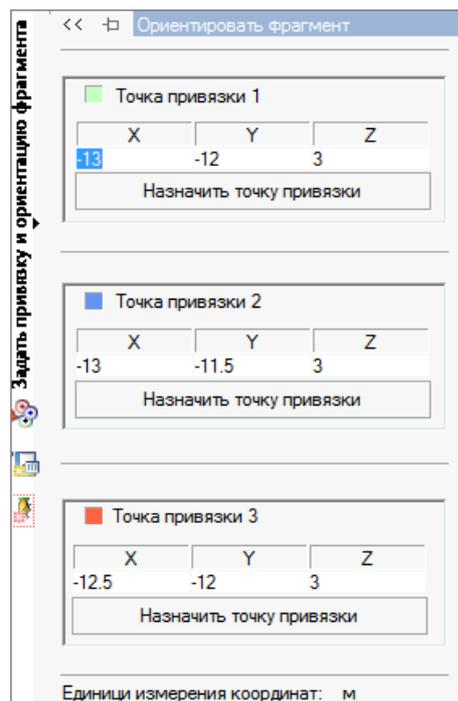

Рисунок 2.106
- указанием координат (рисунок 2.106);